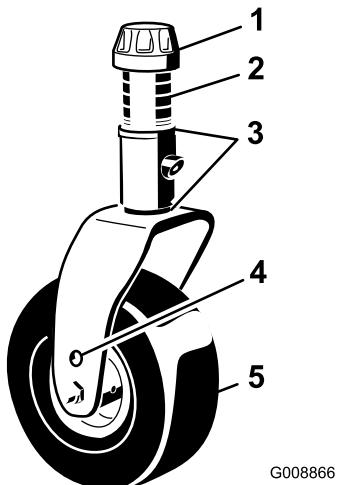

Bild 2
1. Nehmen Sie die Spannkappen von den Spindelwellen ab, und schieben Sie die Distanzstücke und Druckscheiben von der Wellen (Bild 2).
Sie die Spannkappe an, um die Teile zu befestigen (Bild 2).